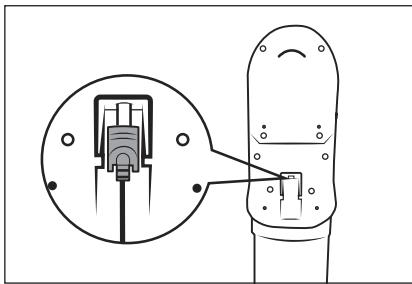

Fig. 8
- Ricaricare la batteria ② non appena l'indicatore livello batteria ③ indica una carica residua bassa della batteria ② .
- L'apparecchio si spegne poco dopo aver segnalato che la batteria ②  è scarica.
- L'aspirapolvere può anche essere caricato direttamente tramite l'alimentatore ⑩. A tale scopo girare leggermente lo spinotto cavo ⑪ per rimuoverlo dal supporto a parete ⑯ e inserirlo nella presa di carica ③ dell'apparecchio (vedere fig. 8).